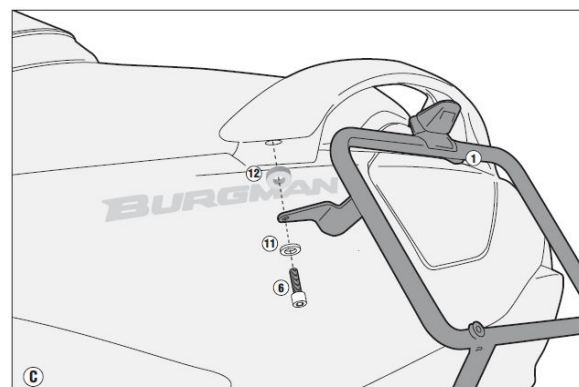

図 4
7. 図 4 を参考に、⑥六角穴付きボルトと⑪ワッシャ、⑫スペーサーを使用して、①パニアホルダー（左）を純正グラブレールに仮組みします。